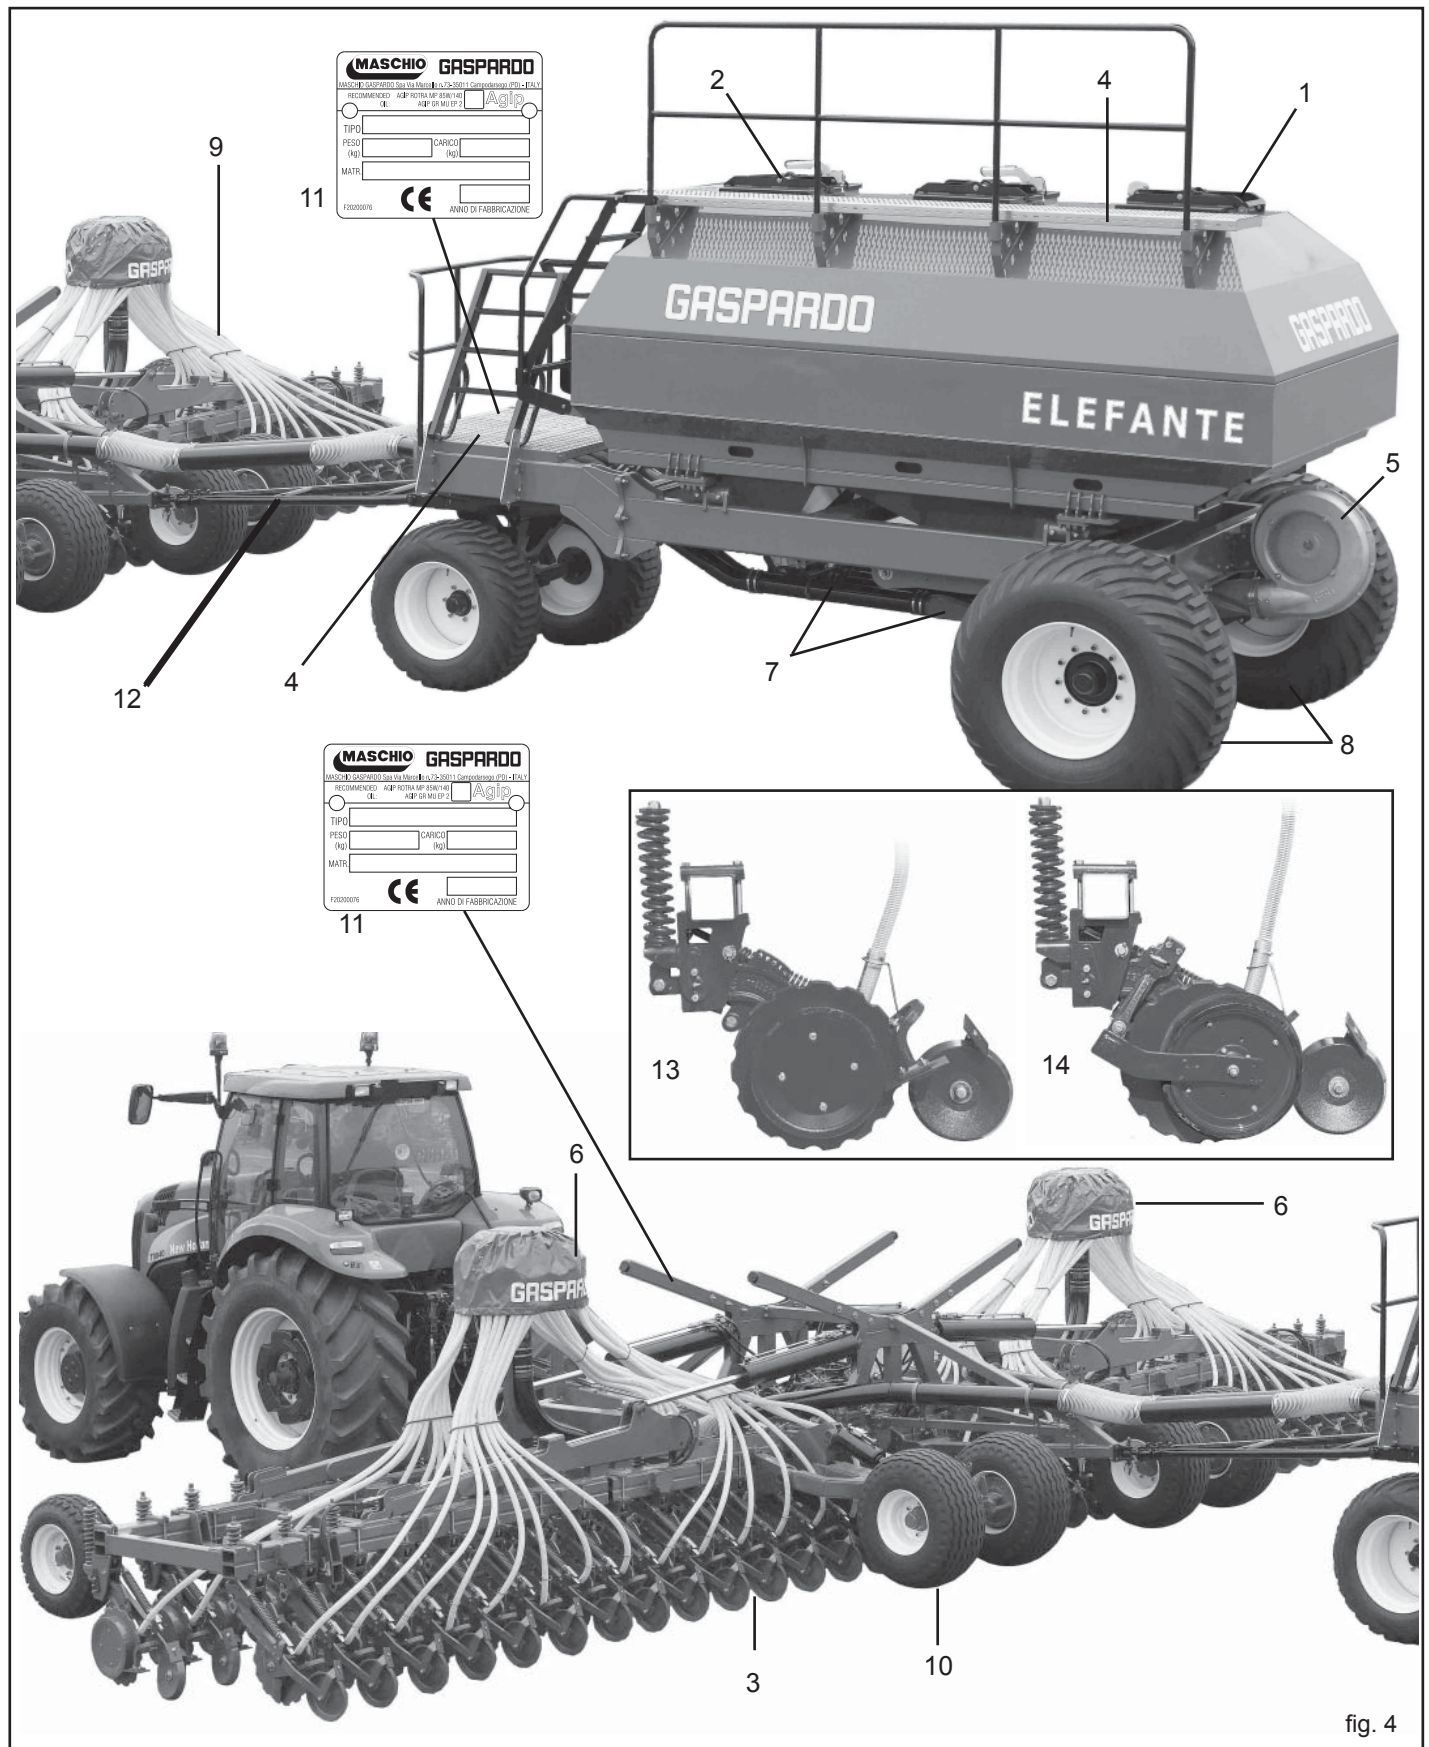

fig. 4
3.2 DISEGNO COMPLESSIVO (Fig. 4)